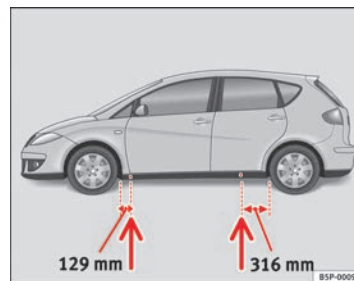

Abb. 178 Aufnahme-
- Suchen Sie den Aufnahmepunkt am Unterholm, der dem zu wechselnden Rad am nächsten liegt ⇒ Seite 266, Abb. 178.
Am Unterholm kennzeichnen jeweils vorn und hinten Eindrückungen die Stellen, an denen der Wagenheber angesetzt werden darf ⇒ Seite 266, Abb. 178. Es gibt für jedes Rad genau eine Stelle. An anderen Stellen darf der Wagenheber nicht angesetzt werden.